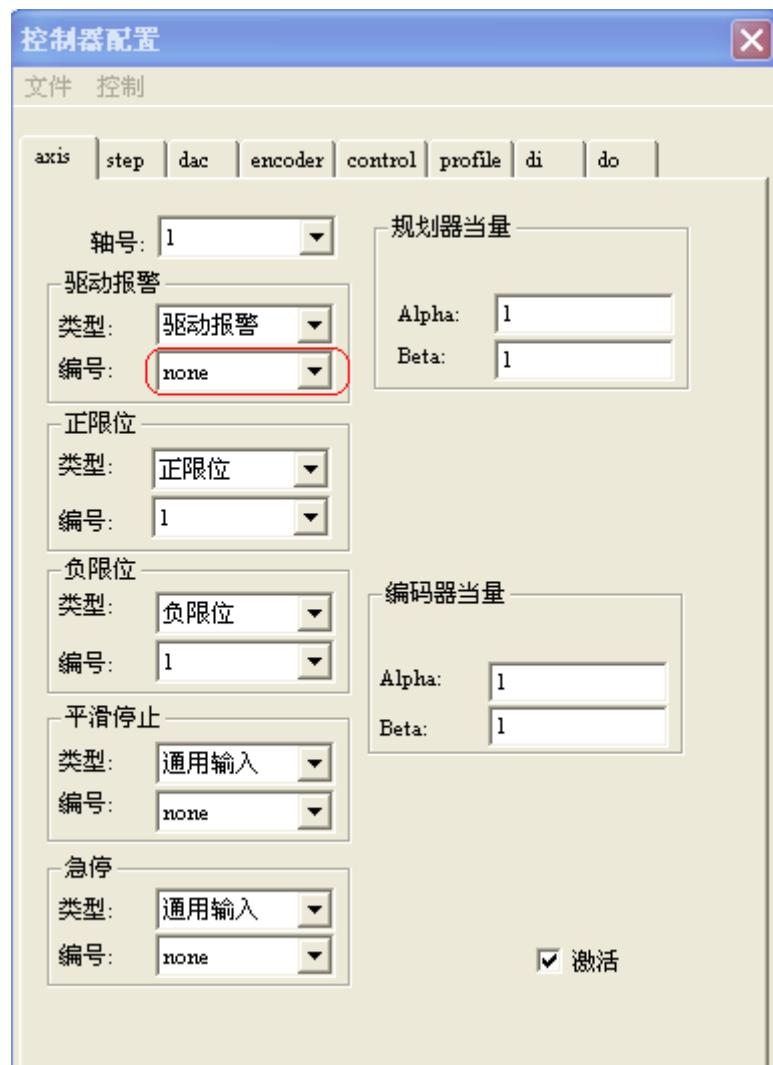

图 4-22 开环配置示例之 axis 配置界面
- 2) 选择 axis（选项主要用来配置轴控制的相关信息），配置成如图 4-22 所示。